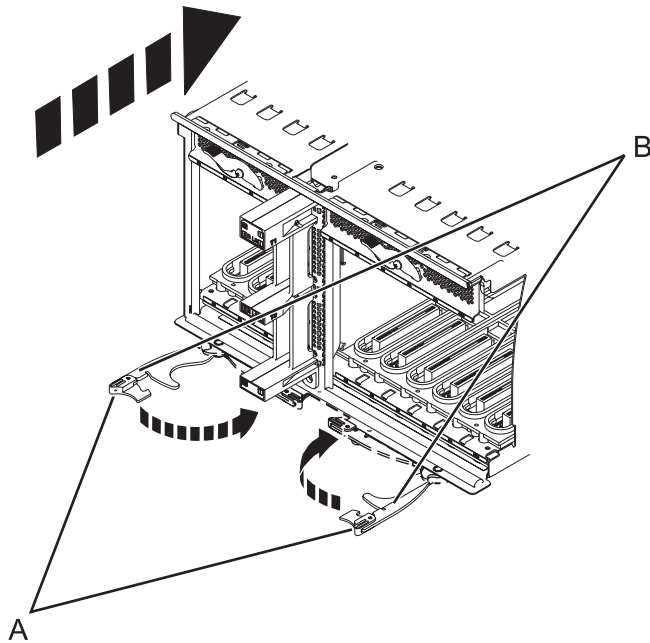

Figura 77. Instalación de la placa del sistema de E/S en un modelo montado en bastidor
9. Inserte firmemente la placa del sistema de E/S en el servidor, tal como se muestra en Figura 77.
10. Asegure la placa del sistema de E/S con las pestañas de bloqueo (A), como se muestra en Figura 77.